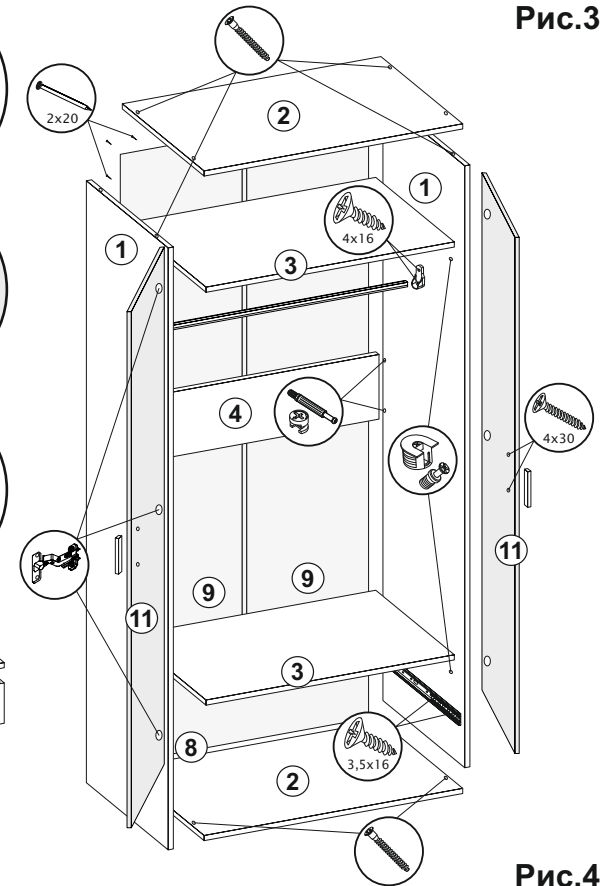

Рис.4
- 3.1 Соединить детали ящика (5,6) еврошурупами. Замерить диагонали получившегося ящика и прибить ХДФ (7) гвоздями 2x20 (рис.4).
- 3.2 Досверлить необходимые отверстия в створке ящика (10) и прикрутить ручку шурупами 4x30. Установить створку (10) на собранный ящик с помощью эксцентриков (рис.4).
- 3.3 Прикрутить ответные части направляющих по центру деталей ящика (5) шурупами 3,5x16.
**После окончательной сборки изделия** вставить выдвижной ящик в короб шкафа (рис.4).